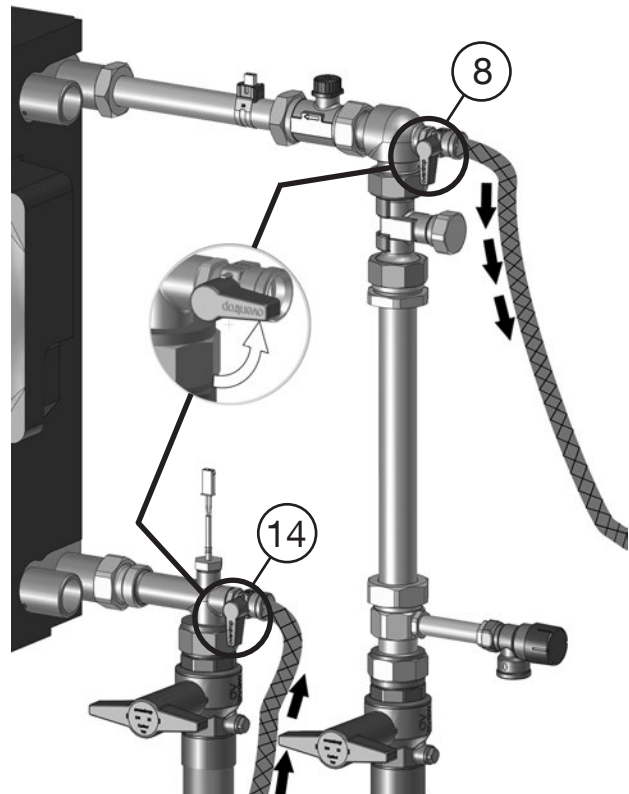

Abb. 5.3: Spülung mit Entkalkungsmittel einleiten
5. **Kugelhähne 8 und 14** langsam öffnen, um die Spülung mit Entkalkungsmittel einzuleiten (Abb. 5.3).
9. **Oberen KFE-Kugelhahn (8)** schließen (vgl. Abb. 5.3).